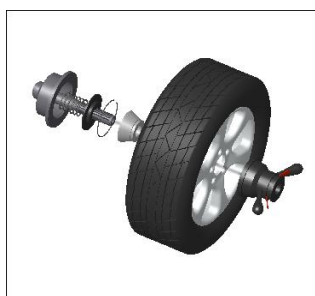

Fig 6-1
6.2.2.1 Posicionamento positivo (veja a Fig 6-1):